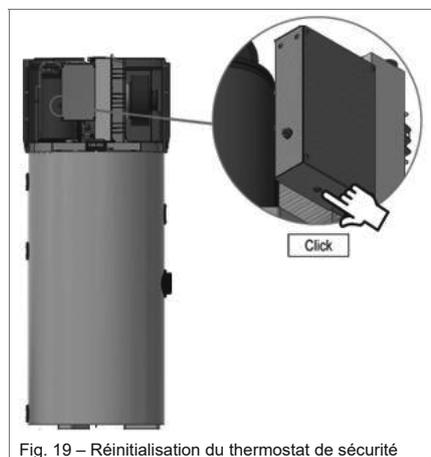

Fig. 19 – Réinitialisation du thermostat de sécurité
- rétablir manuellement par le haut le thermostat de sécurité qui est intervenu (Fig. 19). En cas d'intervention le pivot central du thermostat sort d'environ 4 mm;